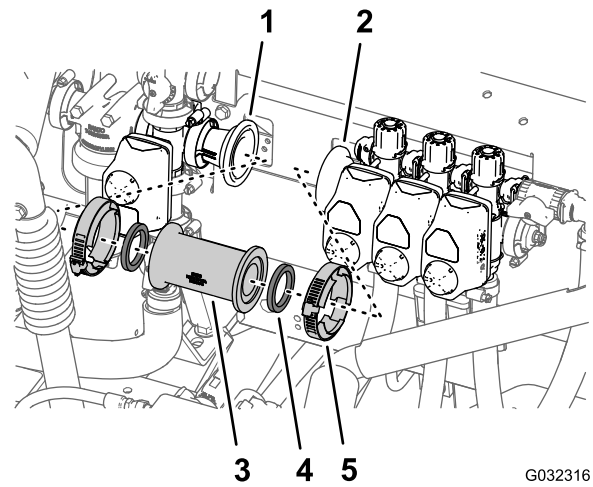

Рисунок 45
2. Снимите два фланцевых хомута, которые крепят прямой соединитель к переходным соединителям на клапане перемешивания и клапане левой секции стрелы (Рисунок 45).
3. Снимите прямой соединитель и две прокладки с машины (Рисунок 45).